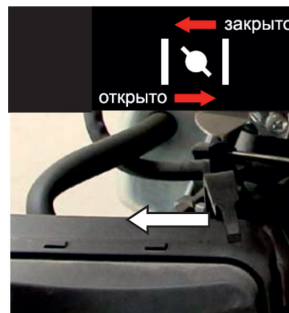

Рис. 11
2. При запуске холодного двигателя рычаг привода воздушной заслонки переведите в положение «Закрыто» (рис. 11);